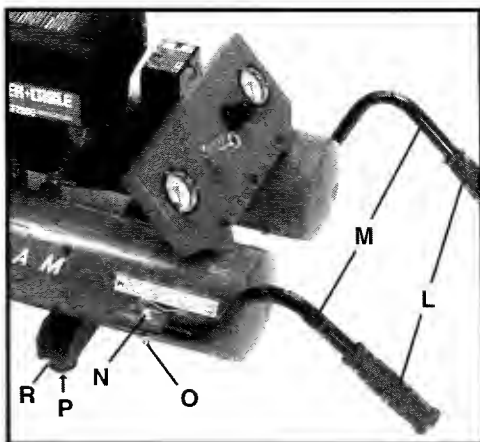

Fig. 6
1. Empuje las empuñaduras de goma de los mangos (L) sobre los tubos de los mangos (M). Asiéntelas firmemente. Utilice un movimiento de torsión para facilitar el montaje.
2. Posicione un conjunto de mango y empuñadura en el interior de la abrazadera ubicada en el lado izquierdo del conjunto de tanques, de la manera que se muestra en la Fig. 6. Alinee el agujero del mango con el agujero de la abrazadera. Introduzca un perno a través del agujero (de la abrazadera y del mango). Enrosque una tuerca en el perno. Utilice dos llaves de tuerca de 1/2" (no suministradas) para apretar firmemente la tuerca.
- C. Introduzca uno de los pernos de $\frac{1}{4}$ "-20 x $\frac{3}{4}$ " (P), que se encuentran en el paquete de tornillería, y utilice una llave de tubos de $\frac{3}{8}$ " (no suministrada) para apretar firmemente el perno.